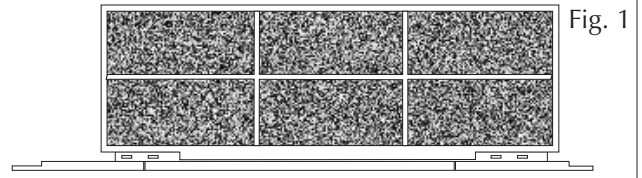
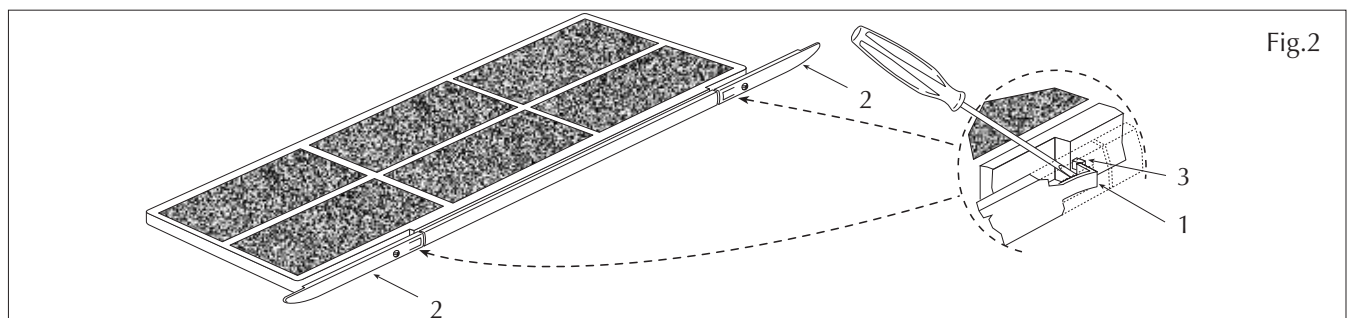

Fig. 1
Fig.2
- en las versiones FCX-ACT el filtro de aire debe adaptarse a la nueva configuración modificando la posición del soporte externo respecto al marco del filtro (Fig. 1): con un destornillador y corra el soporte externo (2) hasta que la pestaña (1 Fig. 2) pase más allá del diente (3).